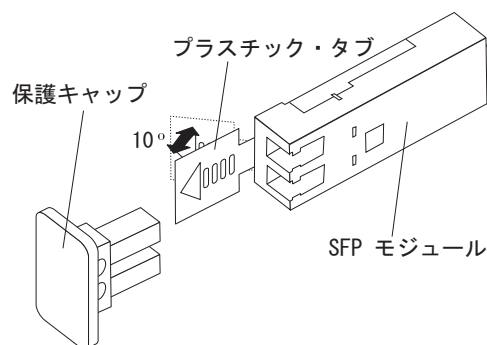

図 28. SFP モジュール・ラッチのアンロック - プラスチック・タブの場合
- ・ プラスチック・タブが入っている SFP モジュールの場合は、図 28 に示すように、プラスチック・タブを外側に 10° 引いて SFP モジュールのラッチをアンロックします。